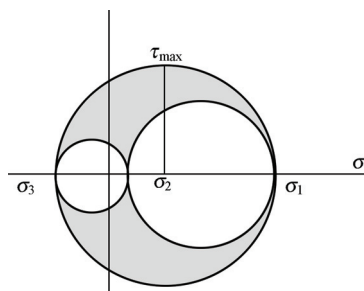

图 6-8 最大剪切应力示意图
4) 最大剪切应力如图 6-8 中 $\tau_{\max}$ 所示。